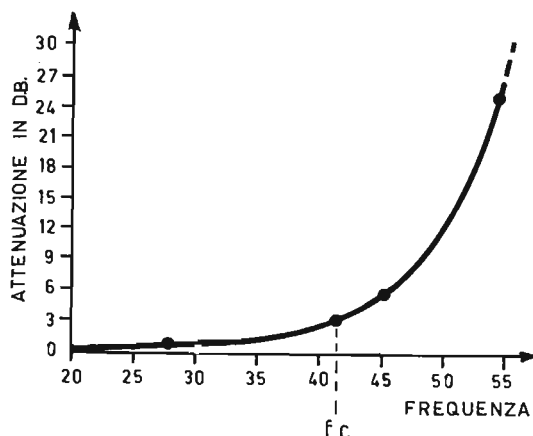

Fig. 5 - Curva di responso del filtro passa-basso.
**Fig. 5 - Accorgimenti semplificati atti ad impedire fughe di segnali a radiofrequenza lungo la rete di distribuzione dell'energia elettrica, che sono in grado di appor-